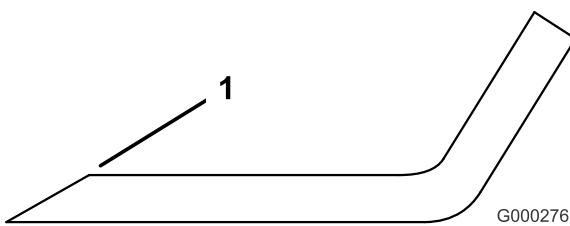

Figura 88
3. Inspecione as extremidades de corte de todas as lâminas e afie-as se apresentarem sinais de desgaste ou ranhuras (Figura 88).
Nota: Afie apenas a zona superior da parte cortante e mantenha o ângulo de corte original para garantir um desempenho eficaz da lâmina (Figura 88). A lâmina mantém o equilíbrio se for retirada a mesma quantidade de metal de ambas as partes cortantes.